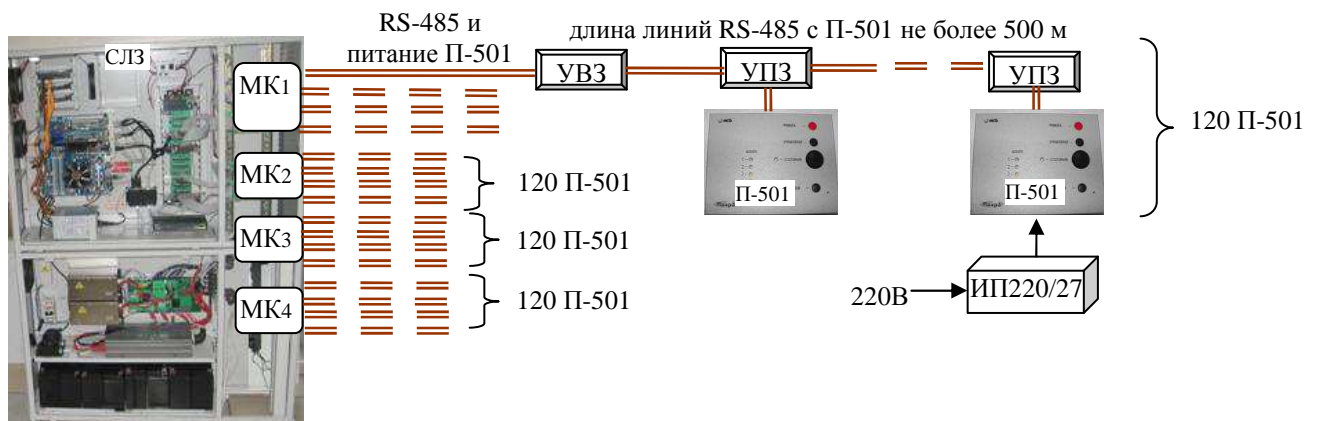

Рисунок 10.3 Общая схема подключения П-501
10.2.3 Общие сведения по подключению П-501 к СЛЗ. В общем случае ППКОП П-501 подключаются к серверу через устройство вводно-защитное УВЗ (при наружной прокладке линии связи) и через устройство подключения и защиты УПЗ (рис. 10.3).
Максимальное число ППКОП П-501, которое можно подключить по интерфейсу RS-485 в СЛЗ-64А, составляет 480 при установке четырёх модулей МК (таблица 5.1), и только при наличии дополнительного питания для П-501. При этом на каждый МК допускается подсоединять 120 приборов П-501 (рис.10.3).